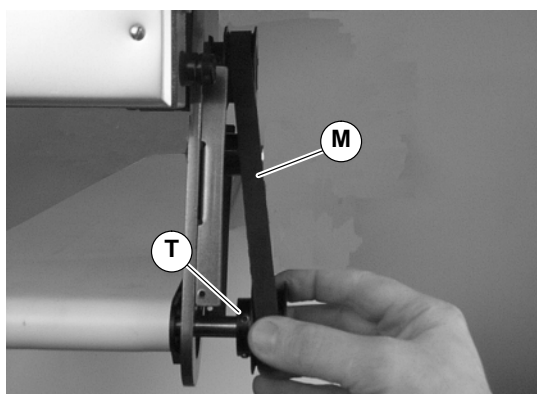

Abbildung 17
**HINWEIS:** Falls der Zahnriemen nicht über die Zahnscheibenflanke gleitet, die Madenschrauben der Abtriebszahnscheibe (T siehe Abbildung 17) lösen, und Zahnscheibe samt Riemen abnehmen. Für erneute Installation siehe Schritte 5 bis 8 auf Seite 5.
4. Zahnriemen (M siehe Abbildung 17) entfernen.